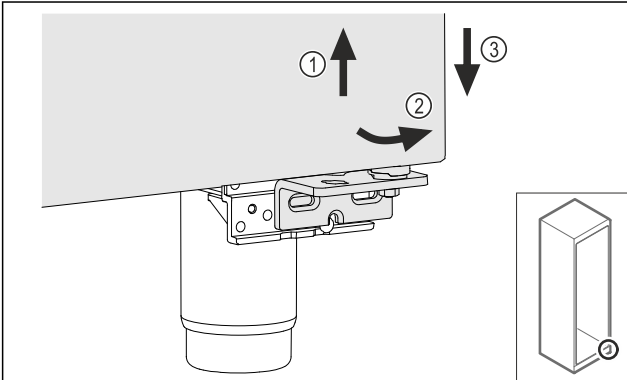

Fig. 26
- ▶ Kissé emelje meg az ajtót Fig. 26 (1), billentse előre az alját Fig. 26 (2), és eressze le Fig. 26 (3).